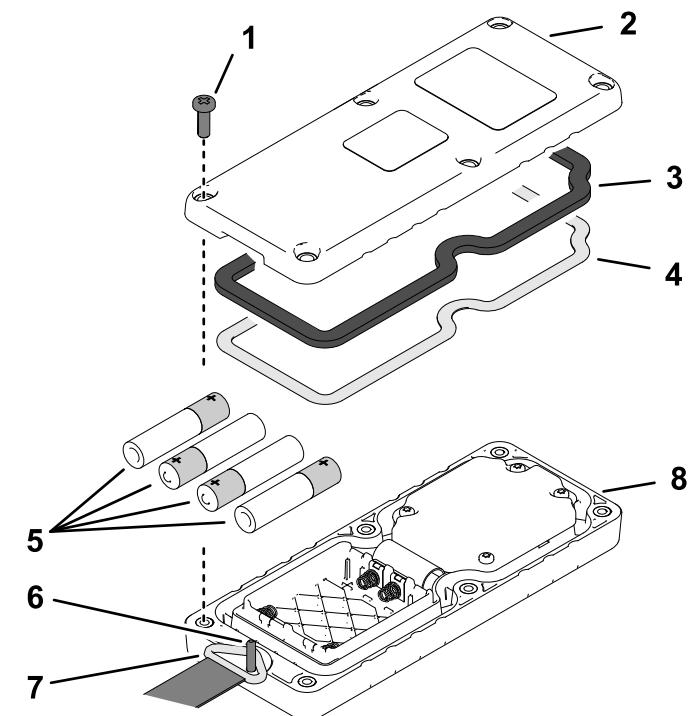

Figure 7
- Retirez les 6 vis qui maintiennent ensemble les deux moitiés du couvercle de la télécommande portable, et retirez le couvercle arrière (Figure 7).
3. Veillez à bien enfoncer le joint en acier et le joint en caoutchouc (Figure 7) dans la gorge de la moitié avant du couvercle.
4. Accrochez l'anneau sur la goupille de la dragonne (Figure 7).
5. Fixez le couvercle arrière au couvercle avant à l'aide de 6 vis (Figure 7).